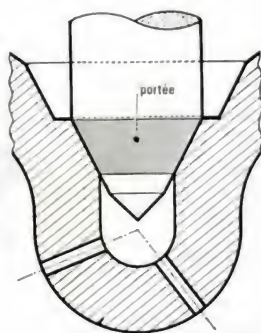

Fig. 28.
- 3° Lorsque les angles de l'aiguille et du siège sont **identiques**, il en résulte une pulvérisation défectueuse et une mauvaise étanchéité (fig. 28).